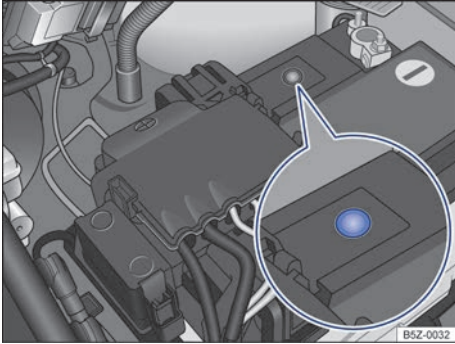

Fig. 135 En el compartimento del motor: ejemplo de posición del visor en lado superior de la batería del vehículo.
- El visor redondo ⇒ fig. 135 en la parte superior de la batería del vehículo cambia de color dependiendo del nivel del electrolito.